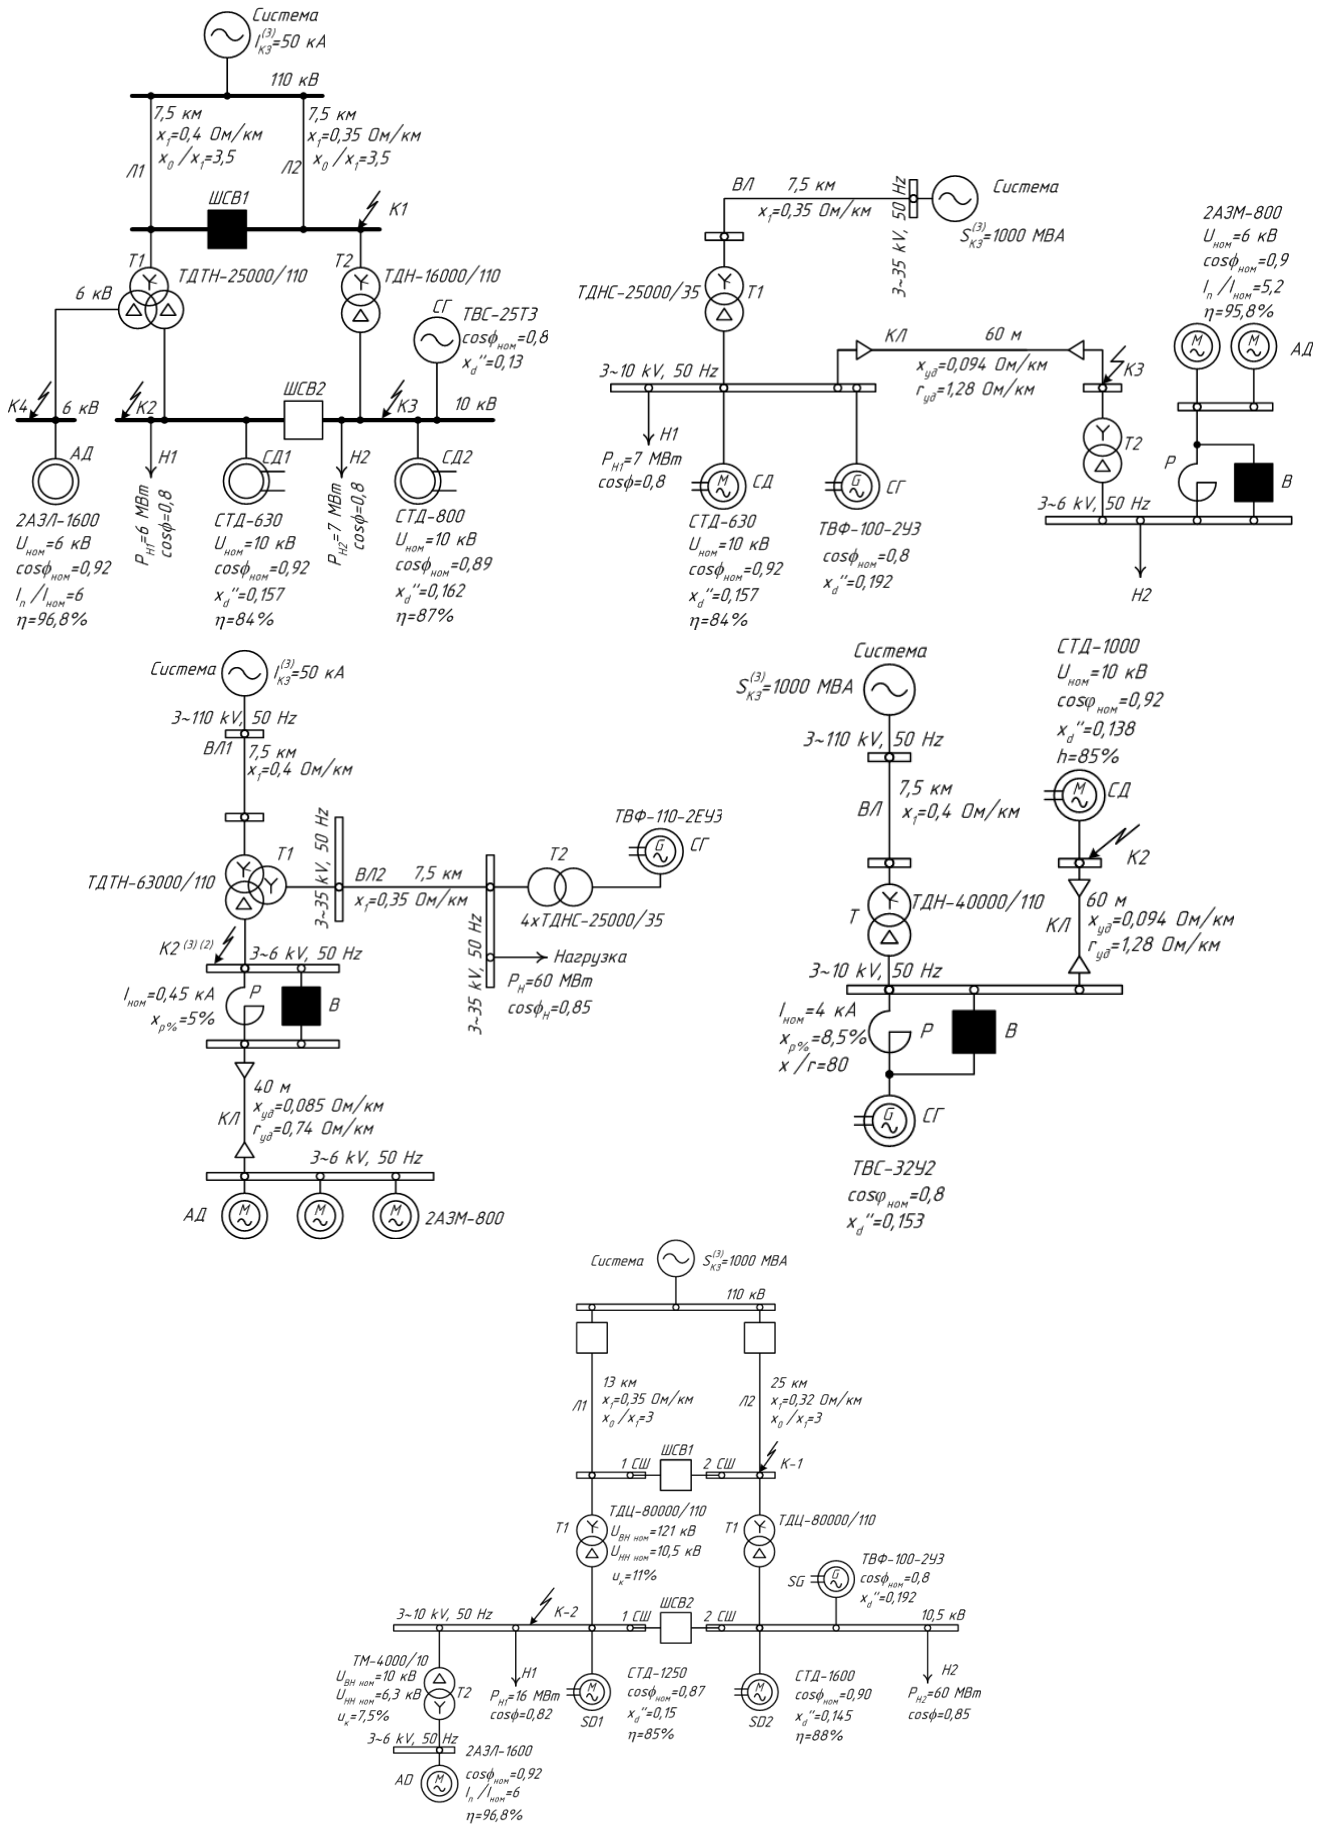

Рис. 1 Примеры схемы электрической сети
1. Для заданной схемы (рисунок 1) рассчитать для трехфазного короткого замыкания (КЗ) в заданной точке:
2. Для заданной схемы (рис. 1) для трех видов несимметричных КЗ в заданной точке КЗ (рис. 1) рассчитать начальное значение периодической составляющей тока КЗ аварийных фаз в точке КЗ и на шинах источников (расчёт провести любым из методов, использовать приближенный учет коэффициентов трансформации).